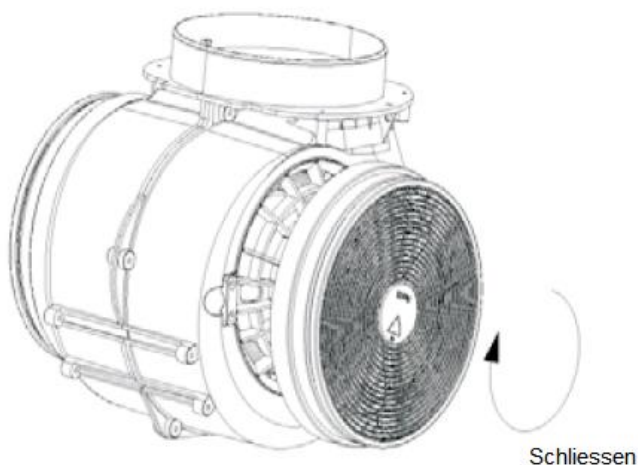

Abb. 9
- Den Aktivkohlefilter gemäß Abb.9 in beide Seiten einsetzen und gegen den Uhrzeigersinn drehen.